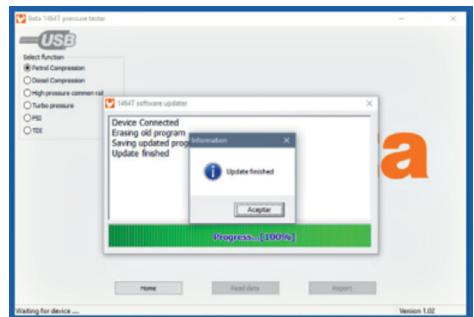

Abb. 7
- Warten, bis der Aktualisierungsvorgang abgeschlossen ist; auf dem PC wird die Meldung "Aktualisierung vervollständigt" (siehe Abb. 7) angezeigt.